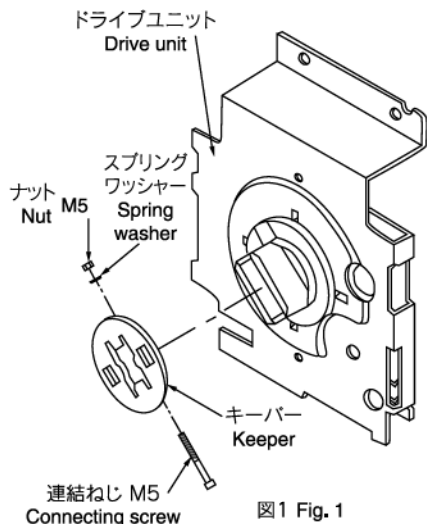

図1 Fig. 1
- ・ドライブユニットのキーバーの連結ねじを緩め、キーバーを取り外してください。(図1)
- ・ Loosen the keeper connecting screw of the drive unit to remove the keeper. (Fig. 1)